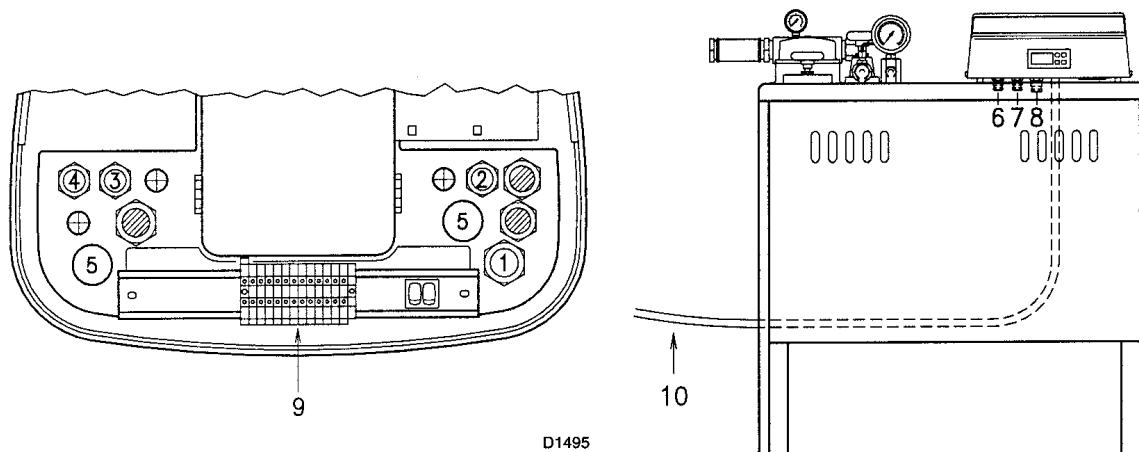

Рис. 17
ЭЛЕКТРИЧЕСКИЕ СОЕДИНЕНИЯ (Рис. 17)
Присоедините провод (10) (рисунок 17) (длина провода L = 2 метра) к вилке, которая находится на задней стороне блока подготовки топлива.